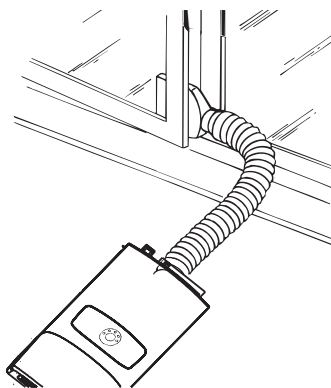

рис. 2
**2) Установить кондиционер рядом с окном. Отрегулируйте длину шланга, чтобы добраться до окна. Убедитесь, что вытяжному шлангу нет препятствий (рис. 2).**